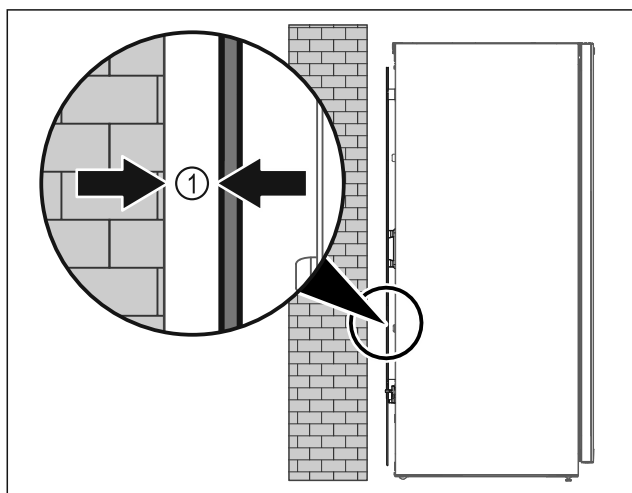

Fig. 10
- ▶ Still opp apparatet enten fritt i rommet eller direkte på en vegg med en minimumsavstand på 5 mm Fig. 10 (1).